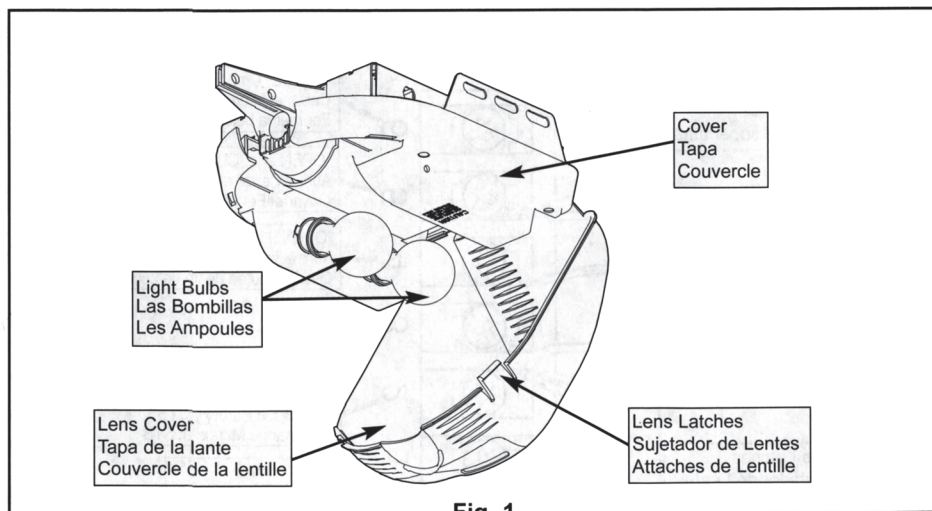

Fig. 1
2. Lower Lens Cover (Fig. 1)
3. Remove Light Bulbs if required (Fig. 1)
4. Lower Cover (Fig. 1)
2. Bajar la tapa de la lente (Fig. 1)
3. Quitar las bombillas si se necesita (Fig. 1)
4. Bajar la tapa (Fig. 1)
2. Abaisser le couvercle de la lentille (Fig. 1)
3. Enlever l'ampoule, le cas échéant (Fig. 1)
4. Abaisser le couvercle (Fig. 1)